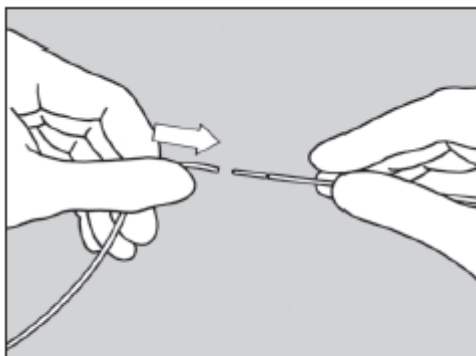

Fig. 9
- f) Preparar a bolsa para o porte no local escolhido. O porte deve situar-se aproximadamente $\frac{1}{2}$ - 1cm abaixo da pele. Irrigar o porte com cloreto de sódio (NaCl) 0.9%. Cortar o conector luer do cateter e conectar à vareta de tunelização (fig.9).